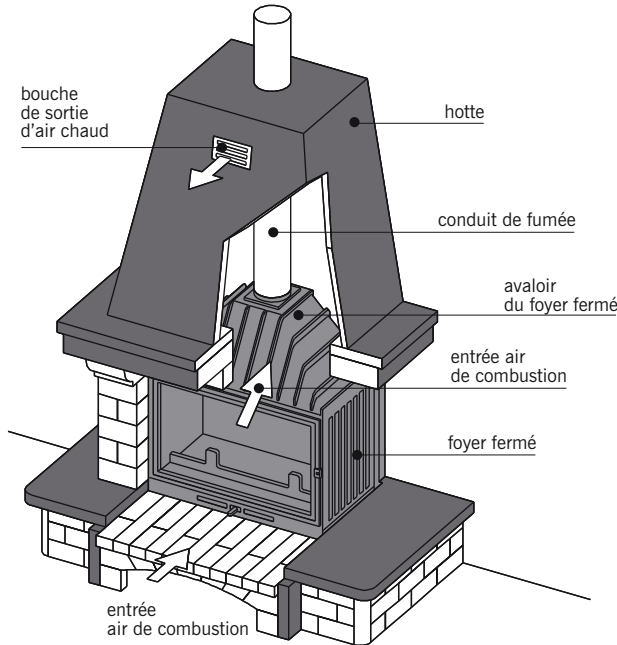

fig. 17.43
■ **Le foyer fermé** (fig. 17.42) : ensemble constitué d'un caisson généralement en fonte, fermé par une porte vitrée. Le foyer fermé nécessite la construction d'une cheminée autour de lui. L'air de la pièce est admis dans la chambre de combustion par une ouverture réglable située sous la porte. De l'air également pénètre dans l'espace ménagé entre la hotte et l'avaloir. Cet air chaud peut ressortir en haut de la hotte par une bouche ou être dirigé vers d'autres pièces à l'aide de gaines flexibles (fig. 17.43).